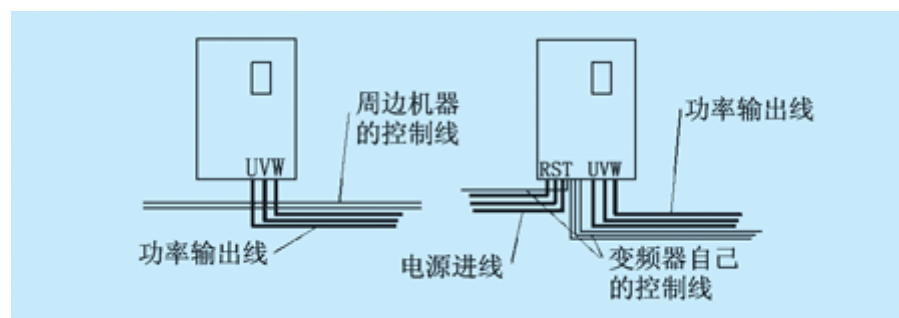

图 6-2 变频器的控制线与功率输出线及电源
(2) 变频器的输入、输出功率电线的布局要防止对周边设备的控制线有电磁场耦合,即要防止这些功率电线与某条控制线平行捆扎在一起或过分靠近,如图 6-2 所示。